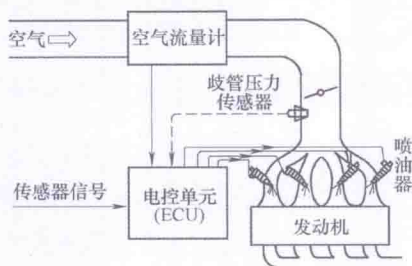

图 1-5 顺序喷射
(3) 顺序喷射 如图 1-5 所示, 顺序喷射是指各喷油器由电控单元分别控制, 按发动机各缸的工作顺序喷油; 多缸发动机电控燃油喷射系统采用分组喷射或顺序喷射方式较多。